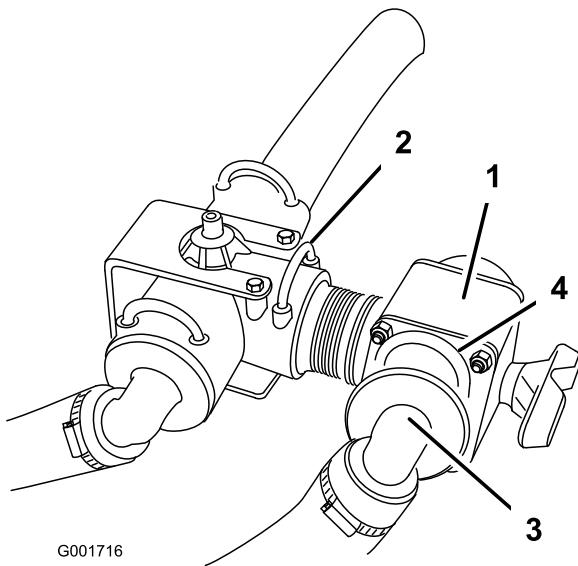

Figura 8
3. Instale a nova válvula de controlo na porta aberta no T de alimentação e prenda-a com a nova forquilha de retenção (Figura 8).
- 4. Ligue o tubo de alimentação da rampa à porta aberta na válvula de controlo e prenda-o com o fixador previamente removido (Figura 8).